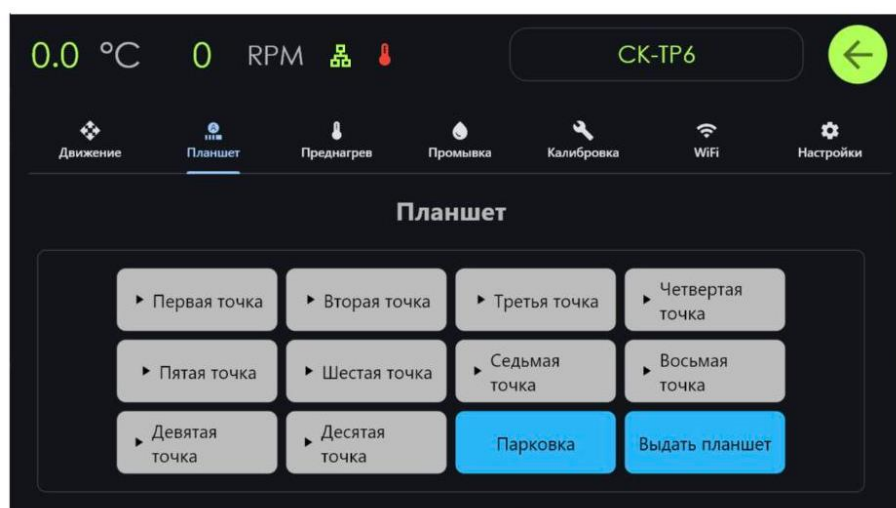

Рисунок 39 – Сервис. Блокировка временных точек
- точки отбора в сервисе во вкладке Планшет (см. стр. 24, рисунок 39)